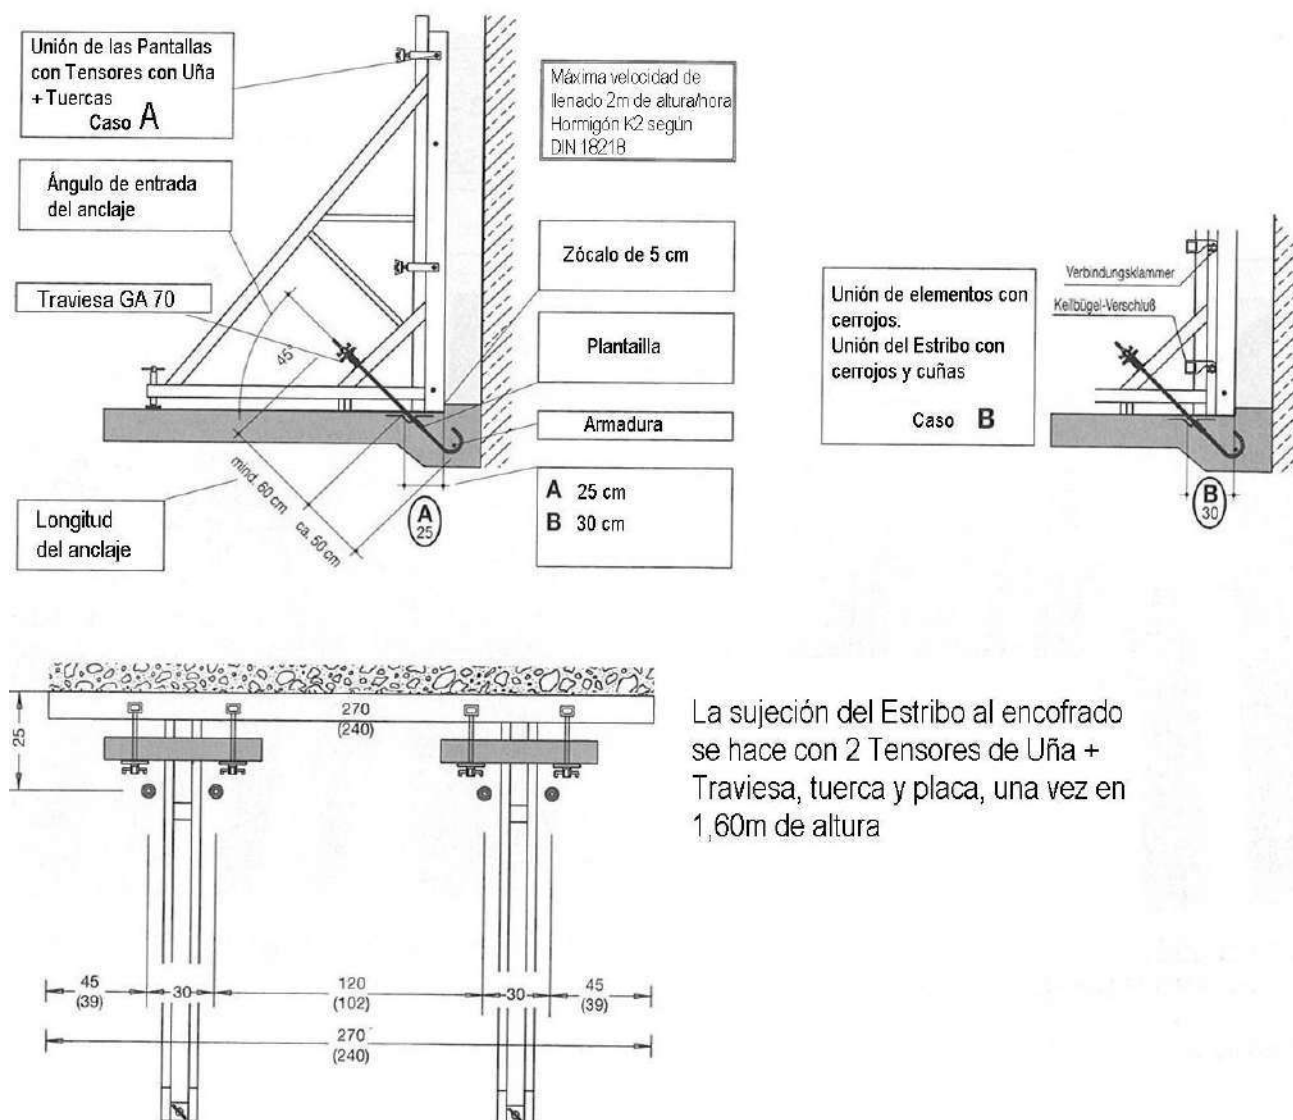

Figura 34 Estribo y anclaje
Los Estribos para encofrar muros a una cara, se usan cuando no es posible encofrar el muro por ambas caras. La existencia de roca, tierra u otro muro existente no permite el anclaje del encofrado y por ello, el Estribo debe absorber la presión del hormigón (figura 34)
2. Prepare un tope para el encofrado según la línea del muro, que puede ser de redondos embebidos en el hormigón ó con un zócalo muy válido también para el montaje de los estribos que deberán unirse previamente al encofrado (Figura 34).